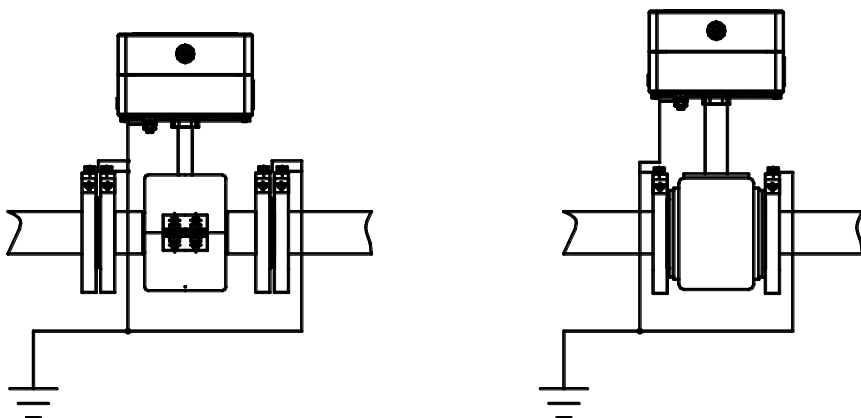

Рисунок 8.6
8.3.15 После установки расходомера необходимо обеспечить его заземление в соответствии с рис. 8.6. Заземление расходомера следует выполнять в соответствии с требованиями ПУЭ, т.е. путем непосредственного соединения заземляющего проводника с заземлителем, а не с трубопроводом.
8.4.5 Для предотвращения скапливания конденсата непосредственно перед герметичным вводом и попадания внутрь ППМ влаги рекомендуется сделать небольшой прогиб кабеля (см. рис. 8.6а).
Рисунок 8.6а